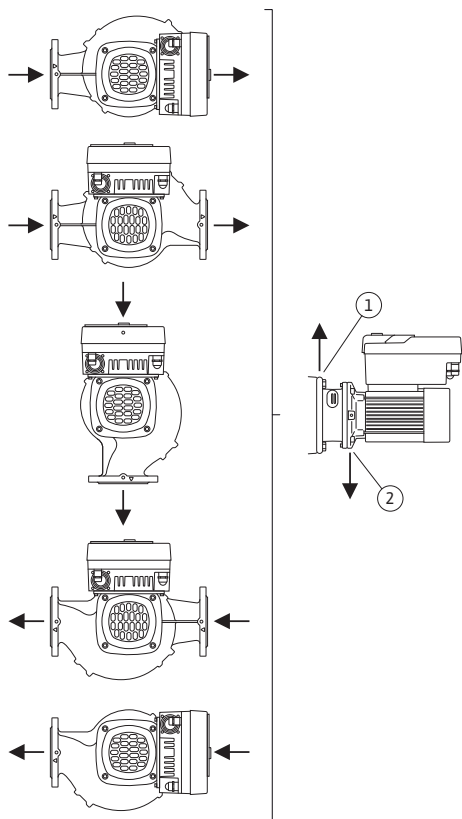

Fig. 9: Tillåtna monteringslägen med horisontell motoraxel
De tillåtna monteringslägena med horisontell motoraxel och elektronikmodul uppåt (0°) visas i Fig. 9.
Avluftning av pumpen garanteras optimalt om avluftsventilen pekar uppåt (Fig. 9, pos. 1).
I denna position (0°) kan det kondensat som bildas föras bort via ett tillgängligt borrhål, pumplanterna samt motor (Fig. 9, pos. 2).